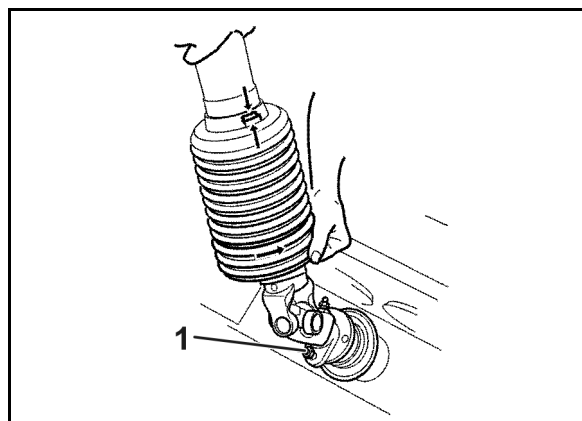

Fig. 91
1. Bring kraftoverføringsakselbeskyttelsen i monteringsposition (Fig. 91).
De løst medfølgende **bolte** M8 x 30 A2-70 er **reservebrydebolte** (Fig. 91/1) til fastgørelse af kraftoverføringsakslens gaffel til koblingsflangen på gearrets indgangsaksel. Smør altid kraftoverføringsakslen med fedt, før den sættes på gearrets indgangsaksel.